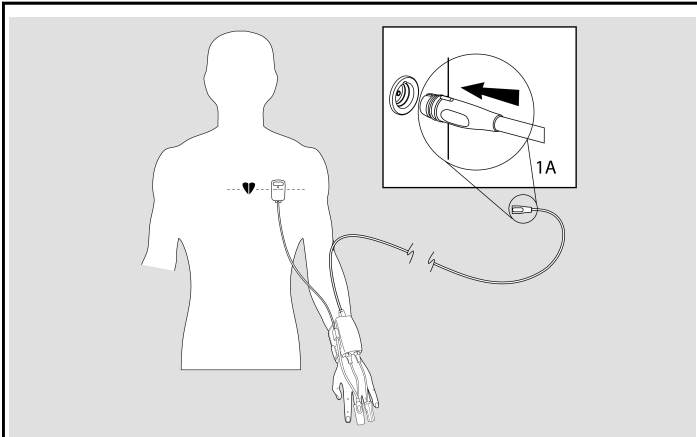

Figure 1 ■ Figure 1 ■ Abbildung 1 ■ Figura 1 ■ Figura 1 ■ Afbeelding 1
■ Figur 1 ■ Figur 1 ■ Εικόνα 1 ■ Figura 1 ■ Obrázek 1 ■ 1. ábra ■ Rysunek 1
■ 1. attēls. ■ Şekil 1 ■ Рис. 1 ■ Slika 1 ■ Slika 1